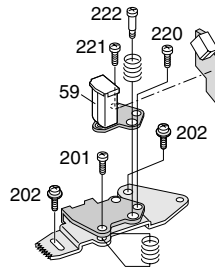

Fig. 6
- 2 Schrauben (Pos. 221 / 222, Fig. 6) herausdrehen und Kombikopfeinheit abnehmen.
- Höhe des Kombikopfes ist nach dem Austausch mit den Schrauben für die Höhe (Pos. 201), Azimut (Pos. 221) und Neigung (Pos. 220), den Kopf waagrecht auf 10,8 mm einstellen (Fig. 6/7).